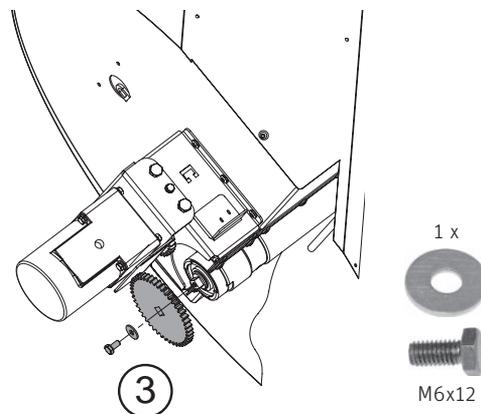

Fig. 47 Montare la ruota dentata
- ▶ Avvitare la ruota dentata alla coclea sotto la stiva con le viti a testa esagonale M6x12 e la rondella – Fig. 47.